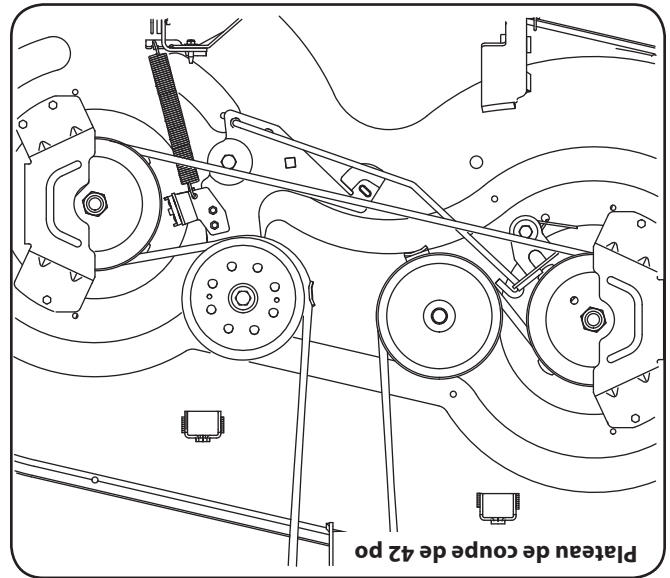

Figure 7-7
4. Installez les courroies neuves comme sur les Figure 7-7, 7-8 ou 7-9.